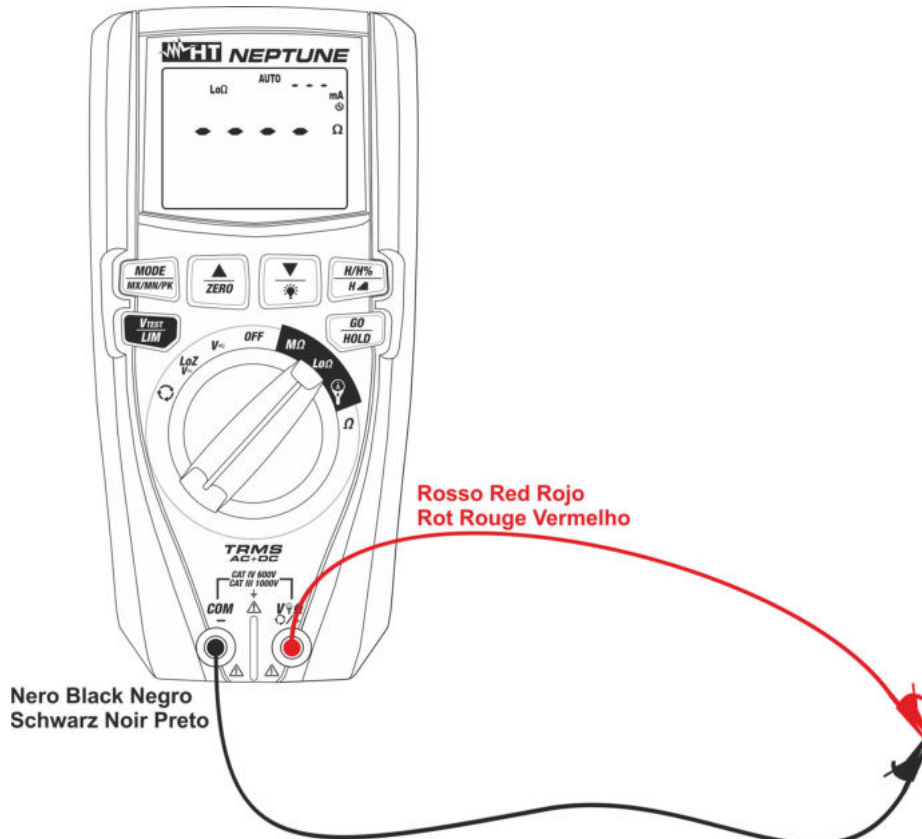

Fig. 32: Collegamento dei cavi in funzione compensazione
2. Inserire i cavi di misura ai terminali di ingresso **V Ω /+** e **COM/-**, collegare i terminali a coccodrillo e cortocircuitare le estremità dei cavi tra loro (vedere Fig. 32)